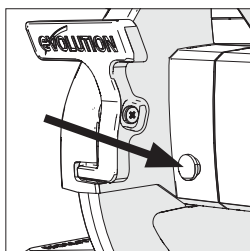
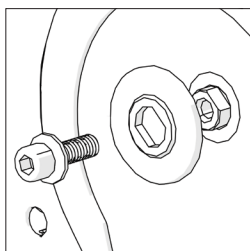
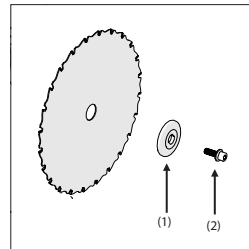

Fig. 26
Fig. 27
Fig. 30
⚠ **Advertencia:** El tornillo del husillo tiene una rosca a izquierda. Gire en sentido horario para aflojarlo. Gire en sentido antihorario para apretarlo. Presione y mantenga presionado el botón de bloqueo del husillo en la carcasa del motor mientras gira el tornillo del husillo usando la llave hexagonal suministrada hasta que el botón se coloque completamente en el husillo y lo bloquee (**Fig. 26**). Continúe extrayendo el tornillo del husillo y la brida exterior de la hoja de sierra (**Fig. 27**).
Nota: Los dientes de la hoja de sierra deben siempre apuntar hacia abajo en la parte delantera de la sierra ingletadora. Instale la brida exterior (1) (con la cara plana sobre la herramienta) y el tornillo del husillo (2) (**Fig. 30**). Presione y mantenga presionado el botón de bloqueo del husillo en la carcasa del motor mientras aprieta el tornillo del husillo usando el llave hexagonal suministrada hasta que el botón se coloque completamente en el husillo y bloquee el husillo (**Fig. 26**). Apriete el tornillo del husillo con una fuerza moderada, pero no apriete excesivamente. Asegúrese de retirar la llave hexagonal y de que el botón de bloqueo del husillo se haya soltado antes de poner la herramienta en funcionamiento. Asegúrese de que la protección de la hoja esté completamente operativa antes de usar la herramienta.